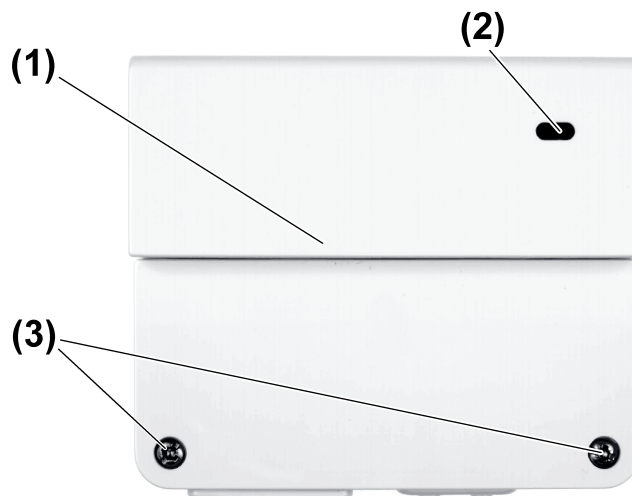

Bild 1: System-Leistungsteil Aufputz
- Die beiden Schrauben (3) lösen und Gehäusedeckel abnehmen (Bild 1).